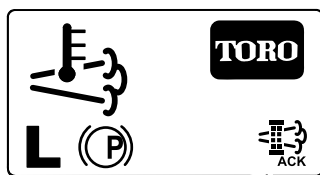

Bild 64
8. Im InfoCenter wird der Begrüßungsbildschirm angezeigt; das Symbol für die Bestätigung der Regenerierung (Bild 64) wird unten rechts